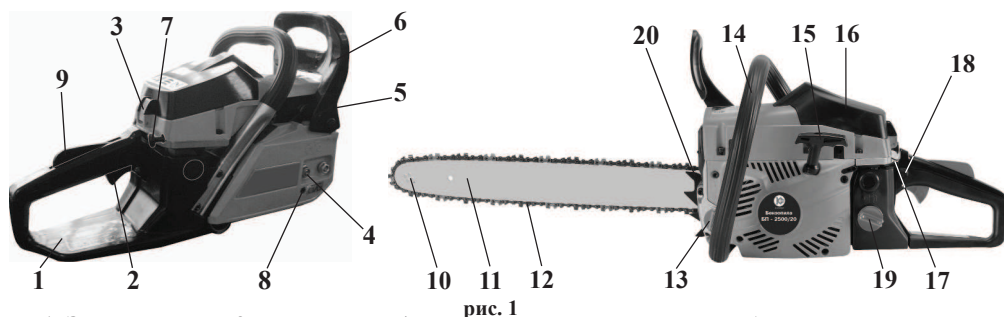

рис. 1
3.1 Общий вид модели БП-2600/18 представлен на рис.1:
- Снимите крышку воздушного фильтра, нажав на фиксатор крышки воздушного фильтра **3** (Рис. 1)